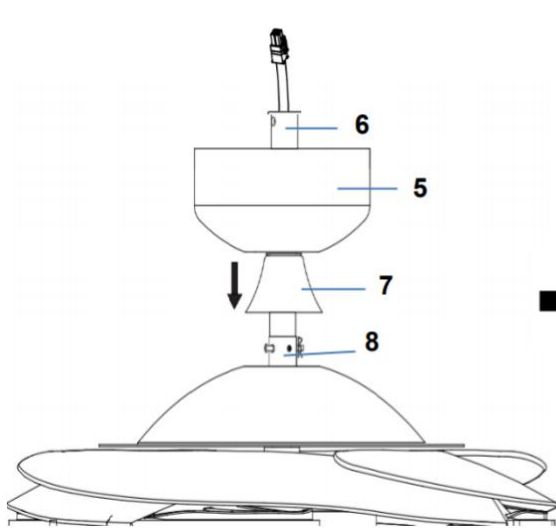
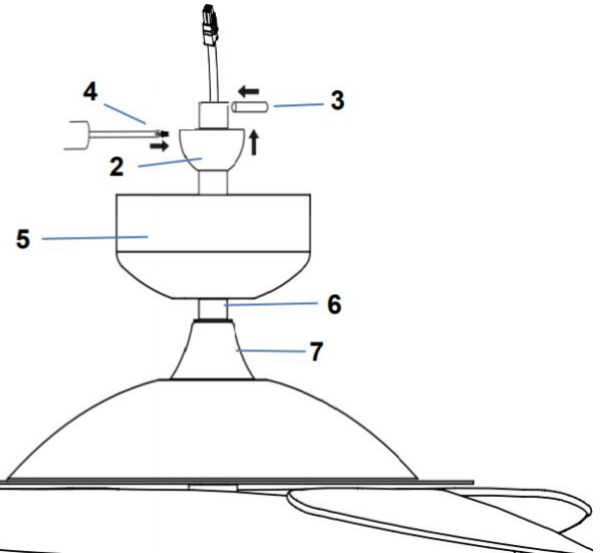

Fig. 4.5
Fig. 4.6
6. Introduzca el embellecedor (7) por la barra colgante (6) para cubrir el tubo de acoplamiento de la barra colgante (8). (Fig. 4.5) (Fig. 4.5)
7. Vuelva a instalar el Casquete (5) sobre la barra colgante (6) y, a continuación, reinstale la junta esférica (2) y el pasador (3) en la barra colgante (6), asegurándolos con el juego de tornillos (4). (Fig. 4.5 y Fig. 4.6)